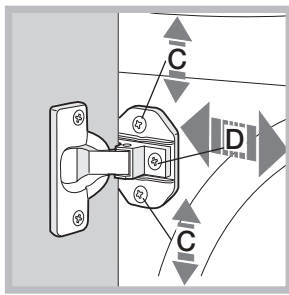

Fig. 7
- Pour régler la position du panneau en bois à la verticale et à l'horizontale, servez-vous des vis C et D comme illustré fig. 7.